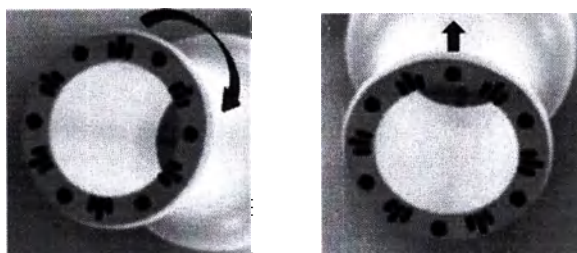

Рисунок 5.17 Поворот лазерного гинекологического зеркала после первого прохода.
- После завершения первого прохода поверните лазерное гинекологическое зеркало по часовой стрелке так, чтобы маленькая круглая отметка не была направлена строго вверх, как показано на Рис. 5.17.